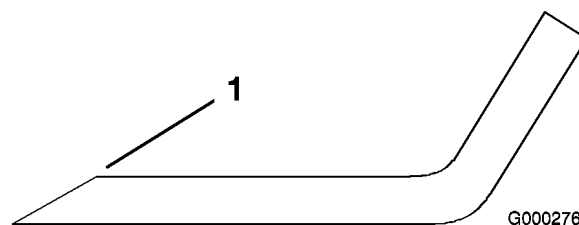

Figure 65
1. Au moyen d'une lime, aiguissez les tranchants aux deux extrémités de la lame (Figure 65). Veillez à conserver l'angle de coupe d'origine. Limez la même quantité de métal sur chacun des deux tranchants pour ne pas déséquilibrer la lame.